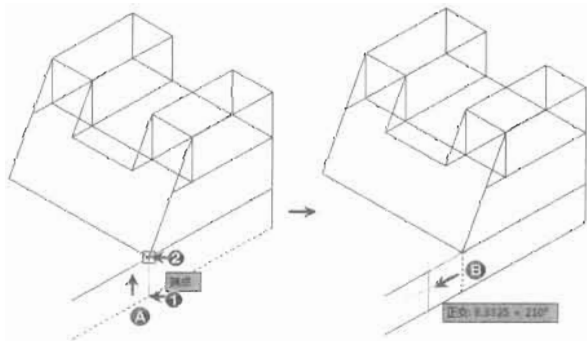

图 11-36
(4) 利用“复制”功能以图 11-36 所示的点 1 为基点, 点 2 为端点复制直线 A, 然后将辅助线 B 向正前方复制 5mm, 如图 11-36 所示。